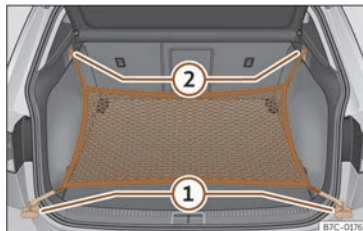

Fig. 170 Dans le coffre à bagages : œillets ① et crochets ② pour accrocher le filet.
- Fixez les crochets courts du filet aux œillets d'amarrage >>> fig. 170 ① >>> ⚠. La fermeture à glissière du sac doit rester vers le haut.
- Fixez les rubans aux crochets pour accrocher des sacs ②.